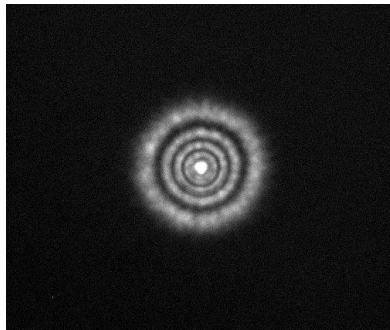

Figure 19 : Halo de diffraction d'une bille lorsqu'elle n'est pas en focus.
15. S'assurer que les billes dans le champ d'observation sont suffisamment distantes les unes des autres pour que leurs halos de diffraction (Figure 19) ne se chevauchent pas lorsqu'elles sont en dehors du plan focal.